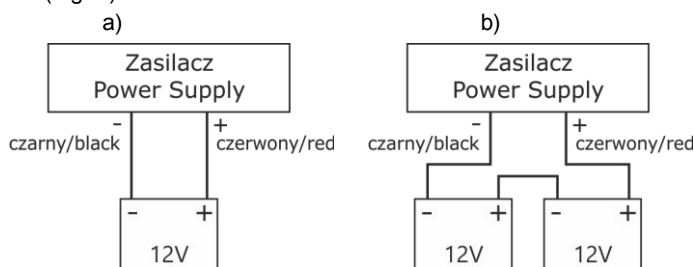

Fig. 5. Collegamento delle batterie a seconda della versione di tensione dell'alimentatore:
4. Installare la batteria/le batterie in un'area designata dell'armadio. Collegare le batterie all'alimentatore prestando particolare attenzione alla corretta polarità e al tipo di connessioni (Fig. 5):